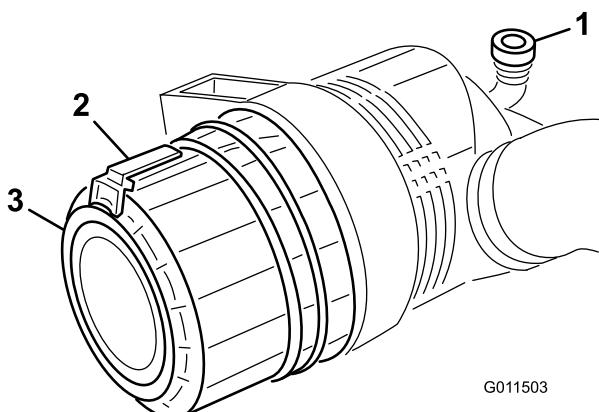

Figure 50
Faites l'entretien du filtre à air quand l'indicateur de colmatage (Figure 50) est rouge ou toutes les 400 heures (plus fréquemment si vous travaillez dans une atmosphère extrêmement poussiéreuse ou sale). N'effectuez pas l'entretien du filtre à air trop souvent.
- Tirez le verrou vers l'extérieur et tournez le couvercle du filtre à air dans le sens antihoraire. Enlevez le couvercle du corps (Figure 50). Nettoyez l'intérieur du couvercle du filtre à air.
6. Réarmez l'indicateur de colmatage (Figure 50) s'il est rouge.